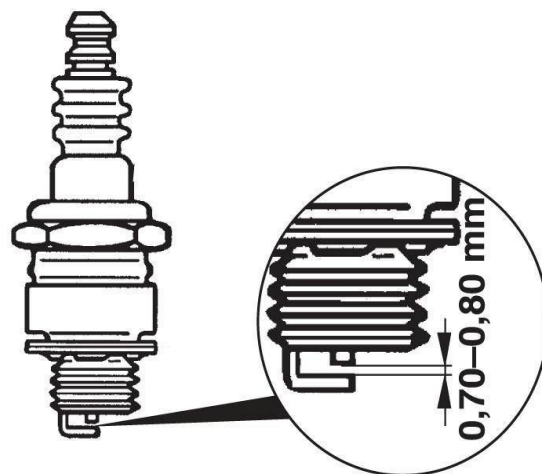

Рис.4
- Проверьте величину зазора между заземляющим и центральным электродами, используя специальный щуп, при необходимости установите зазор 0,7 – 0,8 мм (рис. 4).